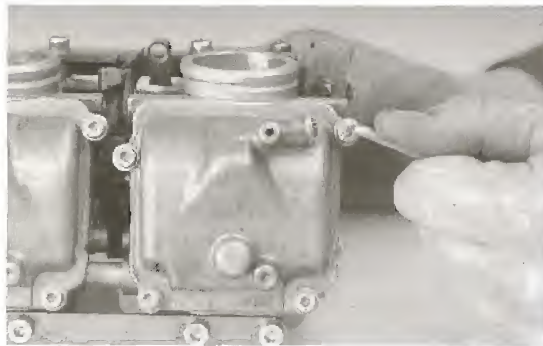

Bild 64
- Leerlaufdüse, Hauptdüse und Nadeldüse ausdrehen (Bild 64).